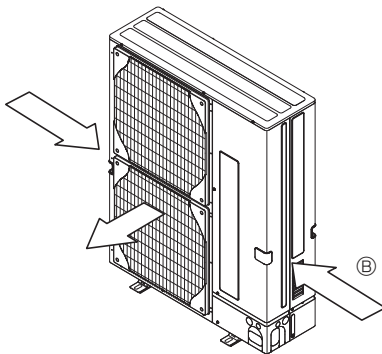

Fig. 2-5
- ③ Cihazın konumunu, mümkünse, hava çıkışından gelen havanın, mevsimsel rüzgarlarının yönüne dik gelmesini sağlayacak şekilde seçiniz. (Fig. 2-5)